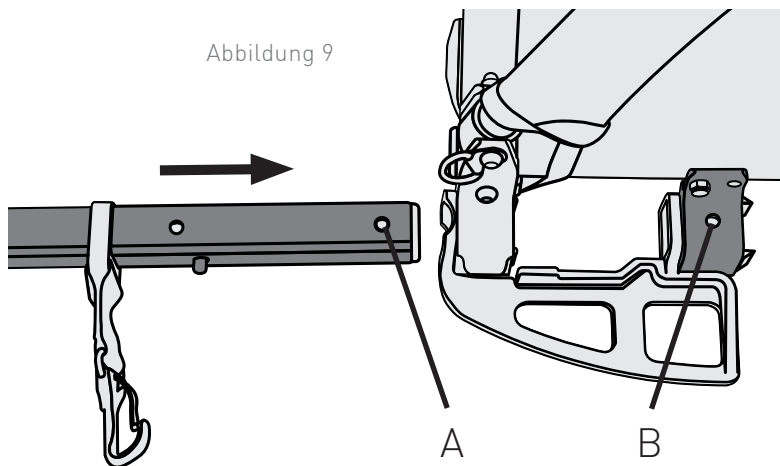

Abbildung 9
1. Die Deichsel in die Deichselaufnahme einführen und dabei Bohrung A auf Bohrung B ausrichten (Abbildung 9). Der rote Sicherheitsriemenbügel sollte bündig mit dem vorderen Ende der Deichselaufnahme abschließen, was bedeutet, dass die Deichsel vollständig eingeführt wurde.